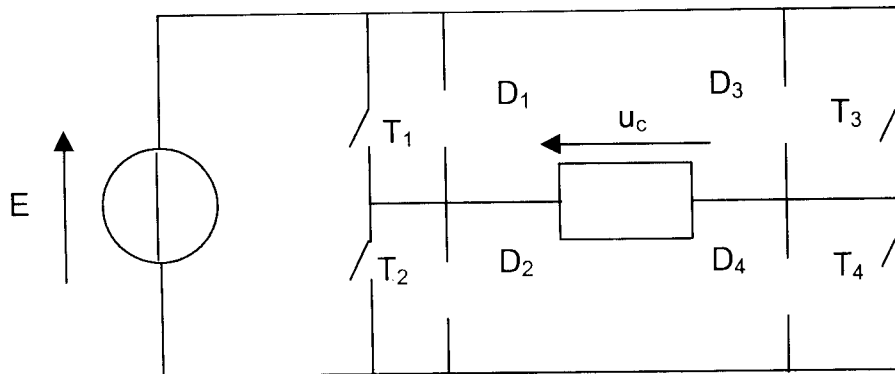

figure 11
- b) Pour pouvoir utiliser l'onduleur sur une telle charge, il faut ajouter une diode aux bornes de chaque interrupteur T. Dessiner le schéma complet avec ces diodes (document réponse n°3 figure 11).